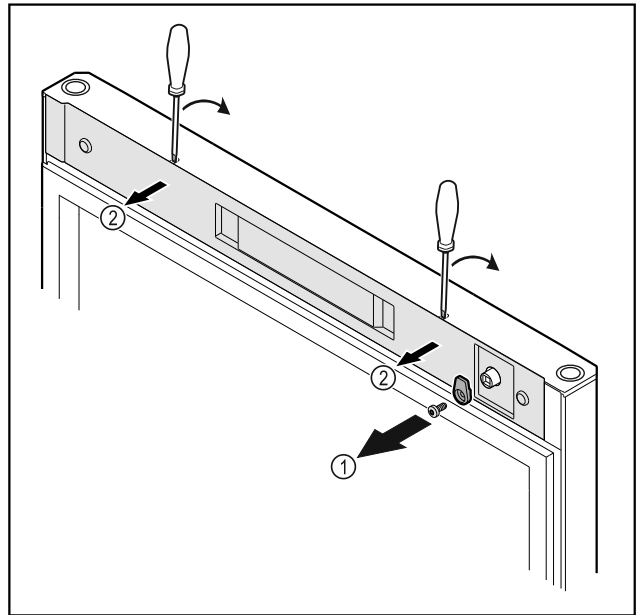

Fig. 6
- Sluithaak Fig. 6 (1) losschroeven.
- Afdekking Fig. 6 (1) met een kleine schroevendraaier losmaken en verwijderen.